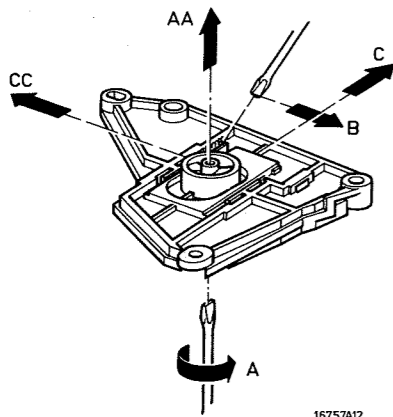

Fig. 15
- Wanneer de band bij de toonas naar boven of naar beneden gaat moet de toonas loodrecht worden ingesteld op het vliegwieltaatslager (B. Fig. 15).
Instellen door A te verdraaien (Fig. 15).